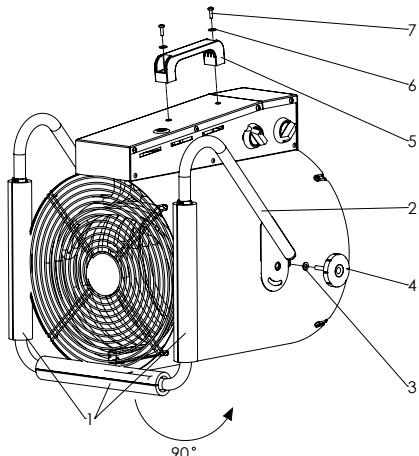

Рис. 1. Подготовка к работе
Для приведение в рабочее положение прибора необходимо снять с опоры изолоновый упаковочный материал (1), повернуть опору на 90°, как указанно на рис. 1. На баращковый винт (4) надеть шайбу M6 (3) и закрутить через отверстие опоры в корпус. Прикрепить ручку для переноса (5) к блоку управления при помощи винта M4x14 (7) через шайбу M4 (6).
Несущая конструкция тепловентилятора (см. рис.1) состоит из кожухов наружного (1) и внутреннего, изготовленных из листовой стали и имеющих цилиндрическую форму. Во внутреннем кожухе размещены вентилятор и трубчатые электронагревательные элементы. Сверху кожуха расположен корпус блока управления (2). Кожух наружный, закрыт воздухозаборной (3) и воздуховыпускной (4) решетками, винтами устанавливается на подставку (5) и имеет возможность поворота в вертикальной плоскости. Угол поворота фиксируется ба-